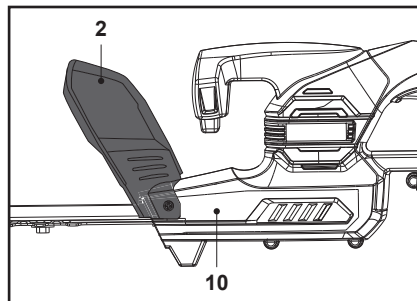

Fig. 1
La protección delantera (2) viene preinstalada en el alojamiento (10) (Fig. 1).